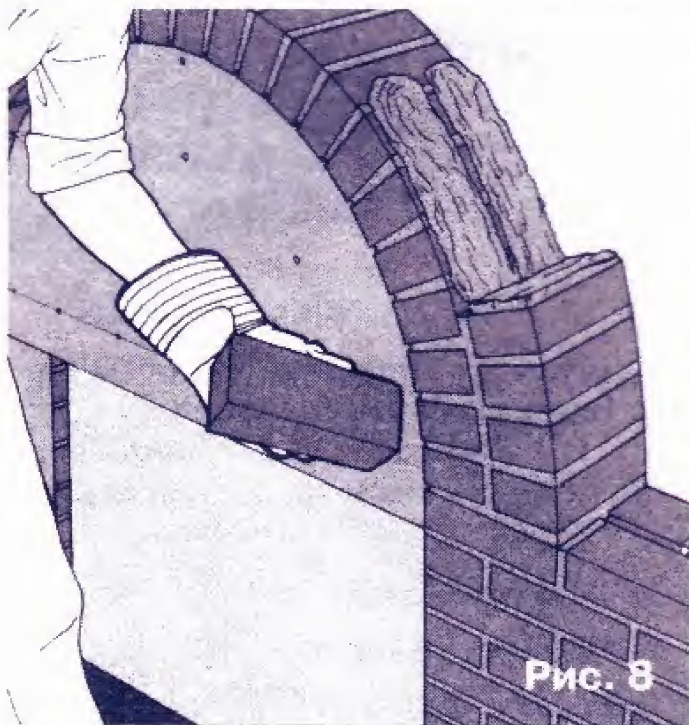

Рис. 8
6. Кладка зовнішнього кільця (рис.8). Нанесіть шар розчину поперек перших двох цеглин першого кільця і на опорну стіну для нижньої цеглини кладки. Починайте кладку від опорних стін у напрямку центра. Довівши кладку до половини арки, розчин кра-